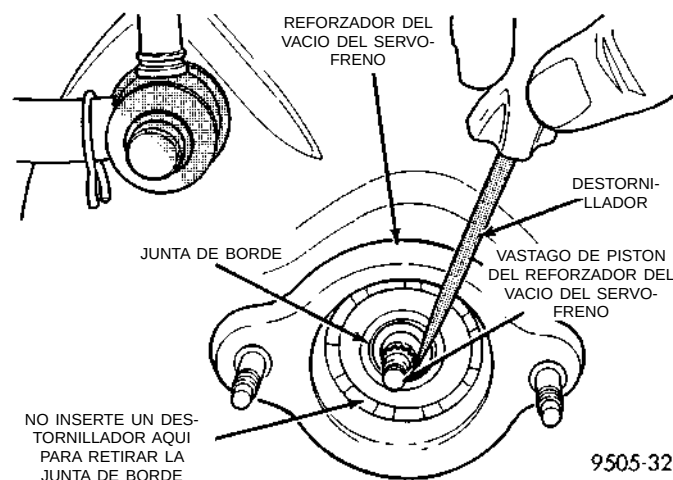

Fig. 116 Desmontaje del sello de vacío del reforzador del servofreno
PRECAUCION: En los vehículos que tienen instalado el sistema ABS, el cilindro maestro sirve de sello para retener el vacío en el reforzador del vacío del servofreno. El sello de vacío en la parte delantera del reforzador del vacío del servofreno (Fig. 116) **DEBE** reemplazarse cuando se retira el cilindro maestro del reforzador del vacío del servofreno.
(7) Si el vehículo tiene instalado el sistema ABS, retire el sello de vacío (Fig. 116) situado en la parte delantera del reforzador del vacío del servofreno. Para retirar el sello de vacío, inserte **cuidadosamente** un destornillador pequeño entre el vástago de pistón del reforzador del servofreno y el sello de vacío
(Fig. 116) y haga palanca para extraer el sello de dicho reforzador. **No intente extraer el cilindro maestro insertando una herramienta entre el sello y el reforzador del vacío del servofreno.**